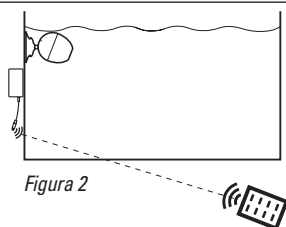

Figura 2
- Asegúrese de que haya una línea de visibilidad directa entre el sensor del dispositivo y el control remoto. (Vea la figura 2).